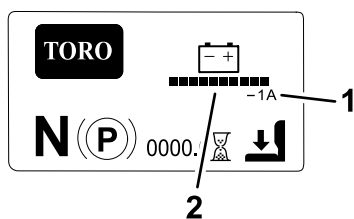

Figure 19
- **Écran d'information principal** (Figure 19) : affiche les données actuelles de la machine quand la clé est à la position CONTACT. Cet écran affiche le niveau de charge et l'intensité du système de batteries.